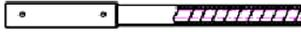

Fig. F-2
- 为提高刹车效果并避免伤害刹把, 将外管一端套入金属转接座(Fig. F-2)